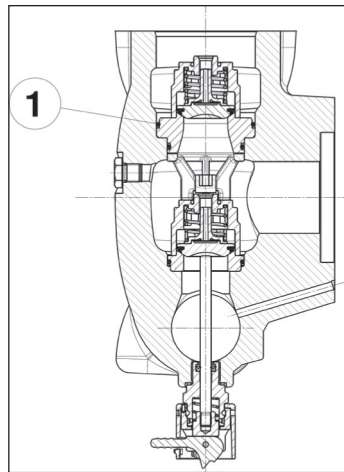

图111
应特别小心O形圈的插入，如①，图111所示。建议使用代码为27516000的工具（有 $\varnothing$ 活塞的型号：40 - 45 - 50）或代码为27516100的工具（有 $\varnothing$ 活塞的型号：55 - 60 - 65）的工具，以免O形圈在插入过程中被切割。